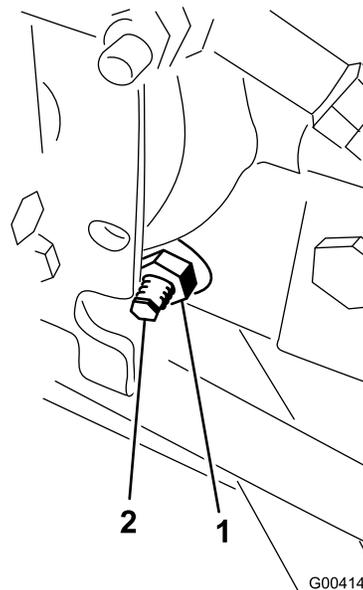

Figura 89
3. Dal lato destro dell'idrostatato, allentate il dado di bloccaggio sulla camma di regolazione della trazione (Figura 89).